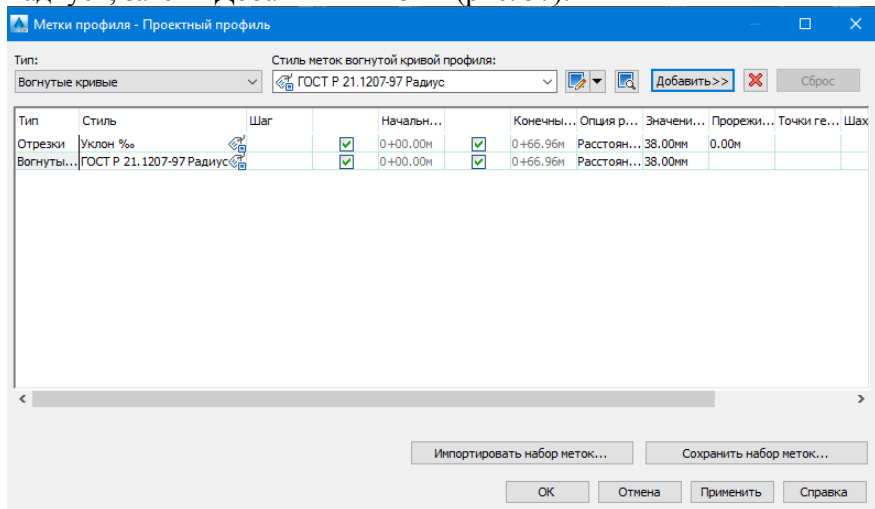

Рис. 57. Окно «Метки профиля»
10. В открывшемся диалоговом окне «Метки профиля» для поля «Тип» выбрать «Отрезки», а для стиля меток «Уклон %», после чего кликнуть «Добавить». Для радиусов следует установить тип «Вогнутые кривые», а в качестве стиля меток «ГОСТ Р 21.1207-97 Радиус», затем «Добавить» и «ОК» (рис. 57).